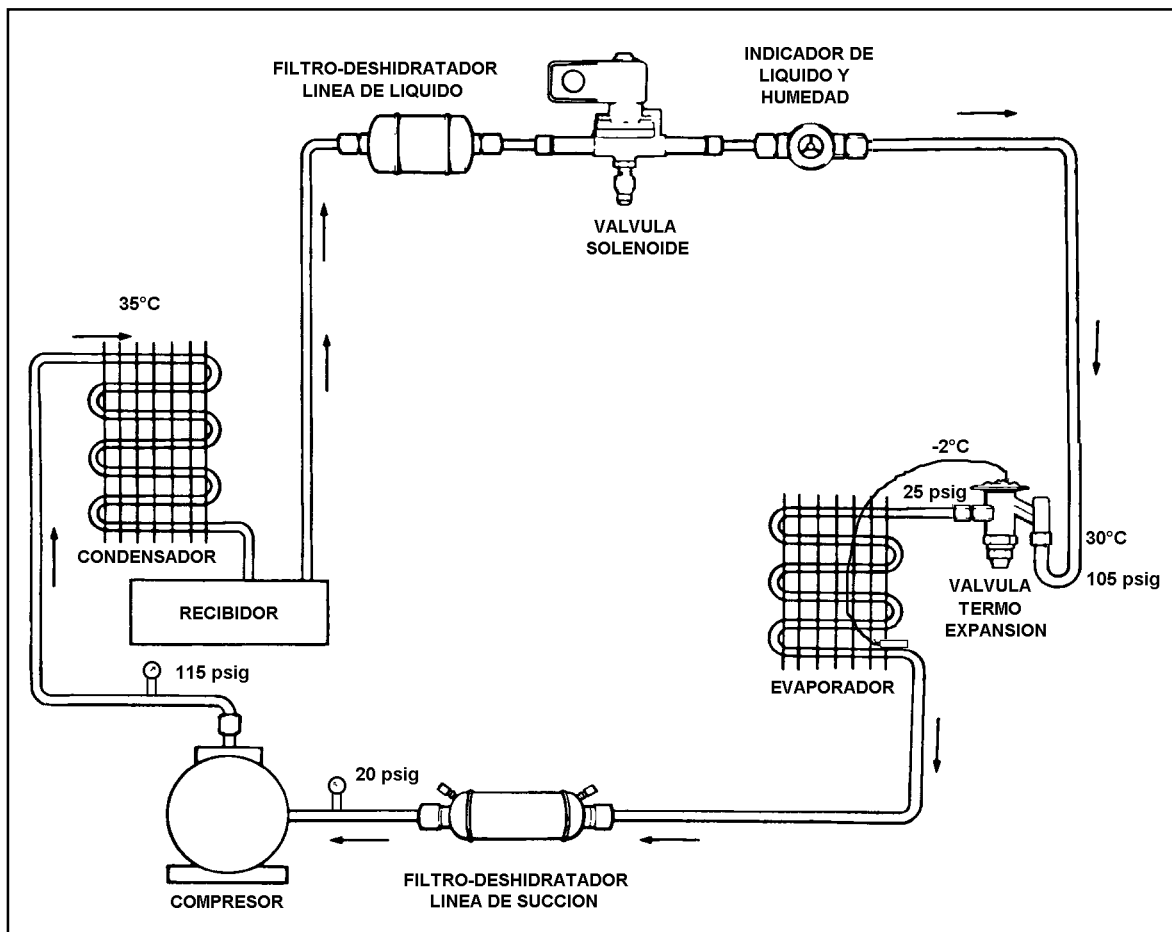

Figura 6.42 - Diagrama de un sistema de refrigeración típico con R-134a.
**Ejemplo 1** - Reemplazo de una válvula de termo expansión en un sistema de refrigeración comercial con R-134a, como el que se muestra en la figura 6.42. La capacidad del sistema es de 2.5 TR (7,560 kcal/h) y es para conservación de productos lácteos.
Para determinar la caída de presión a través de la válvula, tomamos como referencia las presiones de descarga y de succión medidas en el compresor. Digamos que éstas son de 115 y 20 psig, respectivamente. Refiriéndonos a la figura 6.42, podemos determinar las caídas de presión en la línea de líquido y en la línea de succión. Existen tablas donde viene la longitud equivalente para conexiones, válvulas y accesorios. Deben considerarse, además, las pérdidas por fricción en el condensador, el evaporador y las tuberías. Para este ejemplo, digamos que la caída de presión en la línea de líquido es de 10 psi, por lo que la presión del refrigerante a la entrada de la válvula, es de  $115 - 10 = 105$  psi. Haciendo las mismas consideraciones en la línea de succión, la caída de presión a través del evaporador, del filtro de succión y por la tubería, es de 5 psi; por lo que la presión a la salida de la válvula es  $20 + 5 = 25$  psig. La caída de presión a través de la válvula es de  $105 - 25 = 80$  psig.